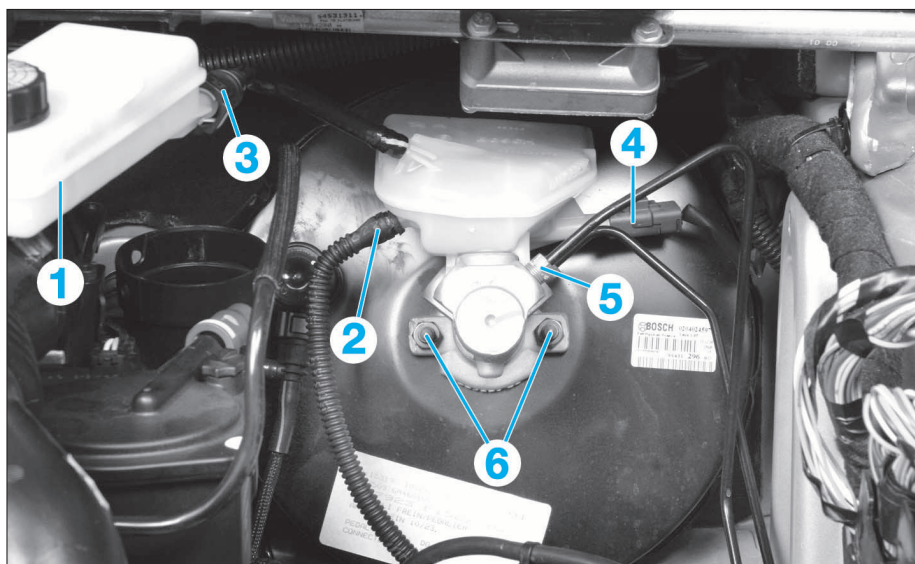

FIG. 17
- Déposer le bouchon du réservoir supérieur (1) (Fig.17).
- En débranchant le tuyau (2) d'alimentation de cylindre émetteur d'embrayage, vider le liquide de frein contenu dans les réservoirs.